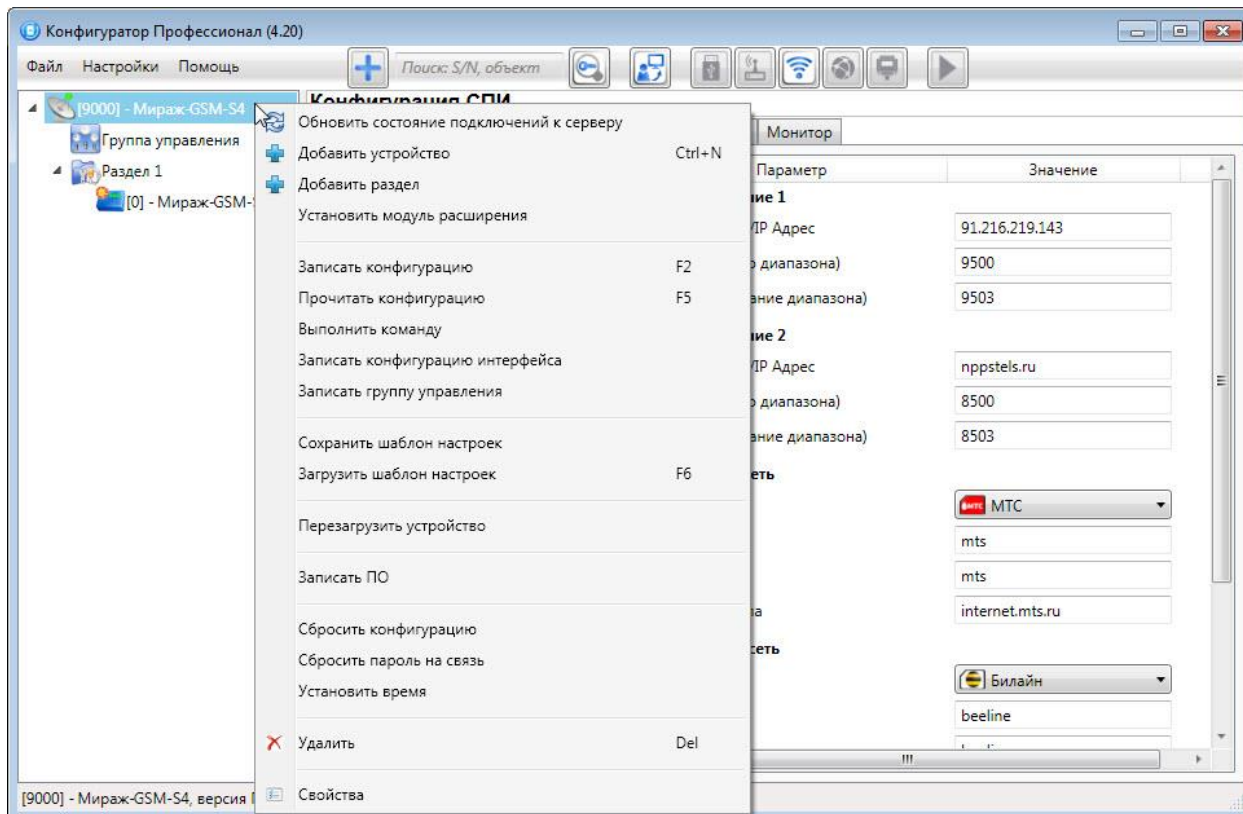

Рисунок 13.1 — Контекстное меню контроллера
Для того чтобы отобразить контекстное меню контроллера (см. рисунок 13.1), щелкните правой кнопкой мыши по его строке в дереве устройств.
1. Щелкните правой кнопкой мыши по строке контроллера в дереве устройств и в появившемся меню выберите *Записать ПО* (см. рисунок 13.1).